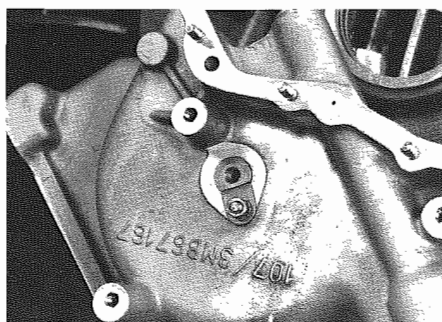
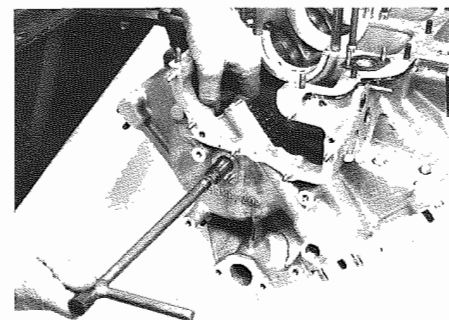

Fig. 94 - Piastrino di fermo
Fig. 95 - Estrattore n. 12
- Togliere il piastrino di fermo (**Fig. 94**); inserire l'estrattore n. 12 sull'albero ed estrarlo rimuovendo contemporaneamente l'ingranaggio triplo comando distribuzione (**Fig. 95**).
- Remove retainer plate (**Fig. 94**); place puller No. 12 on crankshaft and pull it out together with the timing control triple gear (**Fig. 95**).